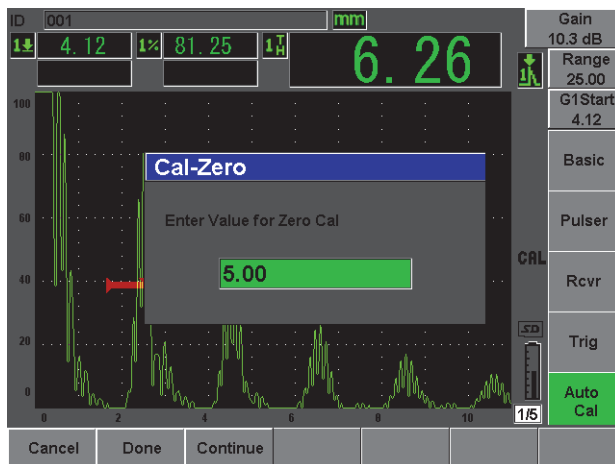

Рис. 2-14 Значение Cal-Zero (Калибр. нуля)
6. Нажмите **Cal-Zero** (см.Рис. 2-14 на стр. 45).